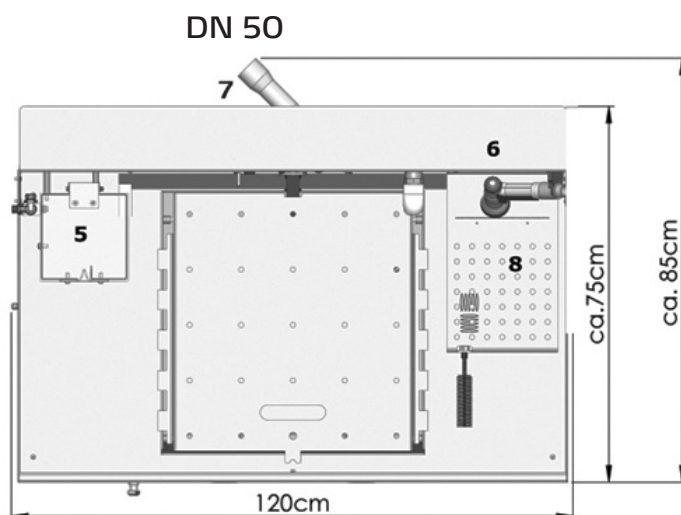

Abb. 2
- Reinigung der Werkzeuge an der Pinselreinigungsstation (Lieferumfang im ColorFree top Set) (8) Abb. 2, 7